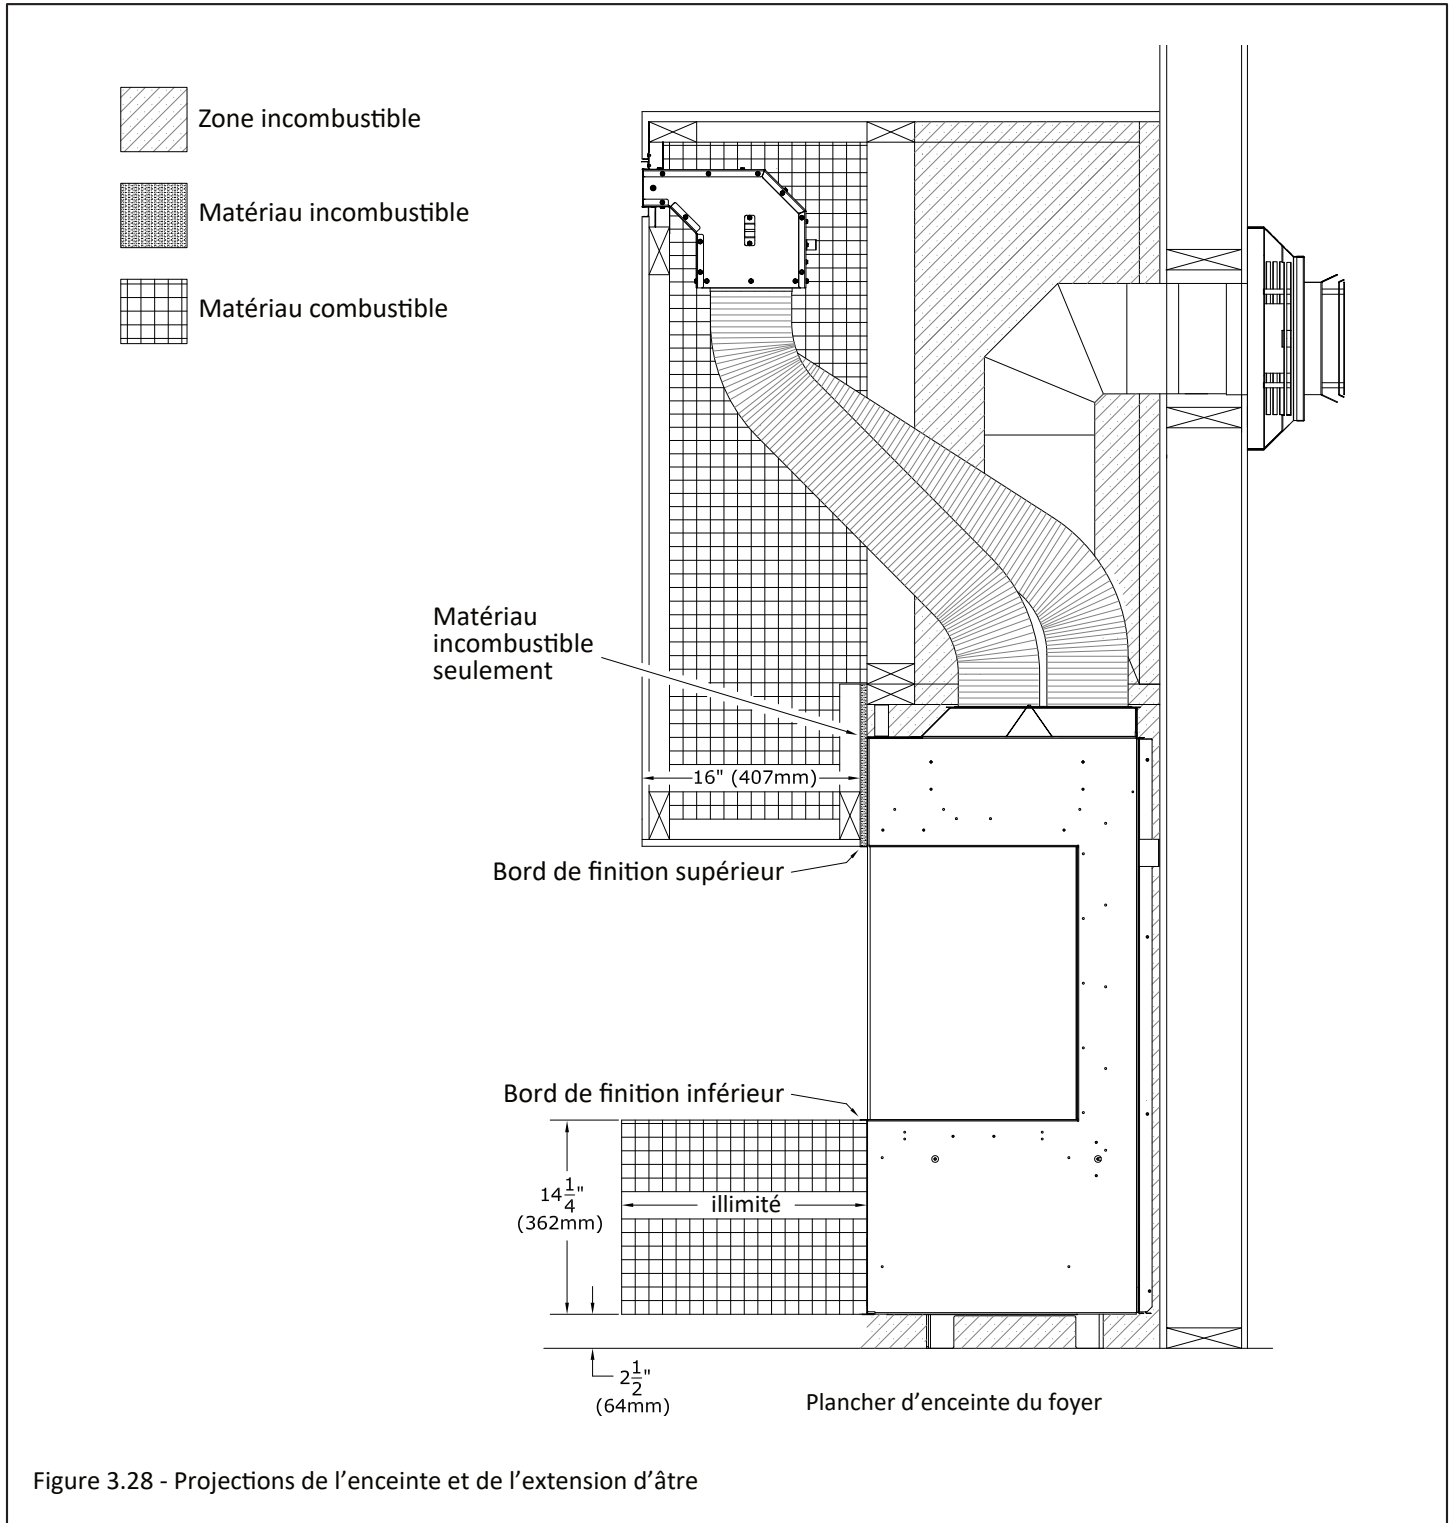

Figure 3.28 - Projections de l'enceinte et de l'extension d'âtre
- **Projection d'enceinte combustible:** Une projection d'enceinte maximum de 16 po (406 mm) peut être installée (affleurer) à 0 po (0 mm) des bords de finition supérieurs situés à l'avant et aux côtés du foyer. Voir la Figure 3.28.
La Figure 3.28 montre le kit KZK installé dans une projection d'enceinte ayant 16 po (406 mm) de projection à l'avant du foyer. Cette projection de 16 po (406 mm) peut aussi s'appliquer à toute projection d'enceinte au côté du foyer.